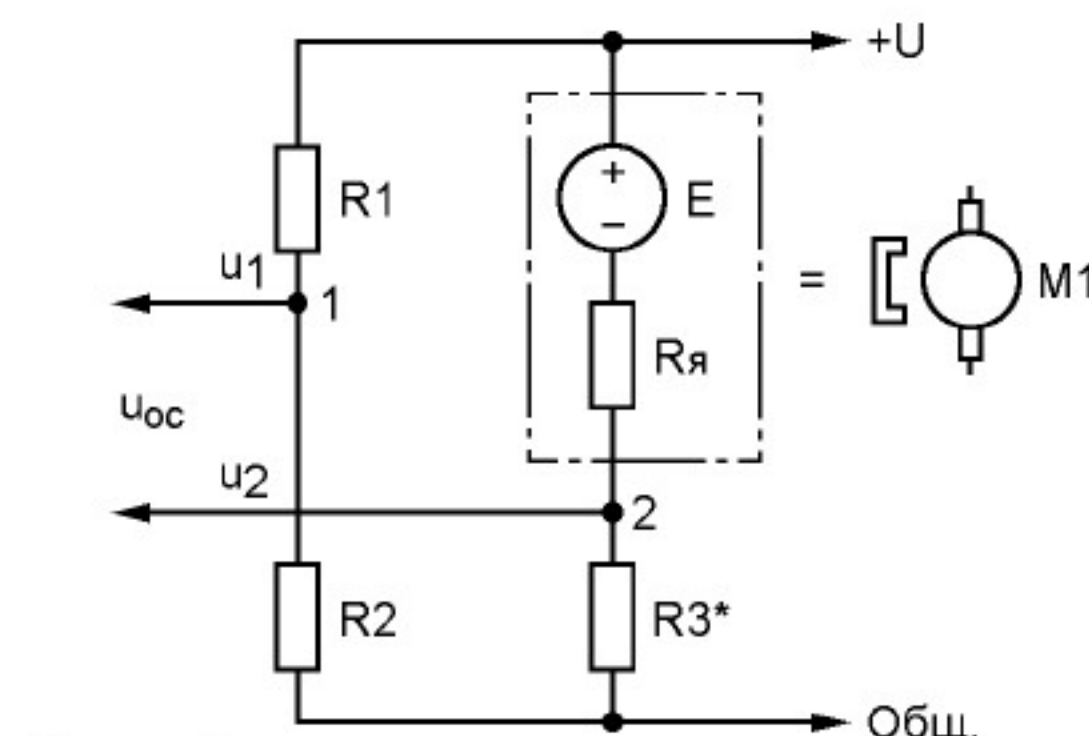

Рис. 1
Схемное решение способа получения этого сигнала изображено на **рис. 1**. Электродвигатель постоянного тока здесь изображён в виде последовательной цепи, состоящей из источника противоЭДС E и из символизирующего обмотку якоря резистора $R_{\text{я}}$. Последовательно с электродвигателем включён резистор $R3$. Если выполняется условие $R3/R_{\text{я}} = R2/R1 = k$, (1) то можно записать следующие уравнения: